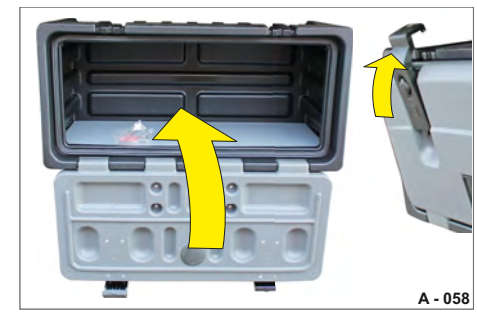

Abb. 90 Werkzeugkasten geöffnet
- ▶ Ziehen Sie die Verschlüsse (Abb. 90/3) von unten heraus und schwenken Sie diese nach unten.